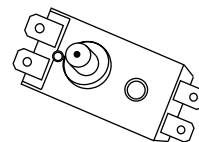

Рис. 10
- для водонагревателей серий RS1: открутить гайку крепления термовыключателя, закрепленного на фланце ТЭНа, перевернуть термовыключатель и нажать до щелчка кнопку, расположенную по центру термовыключателя рис. 10;